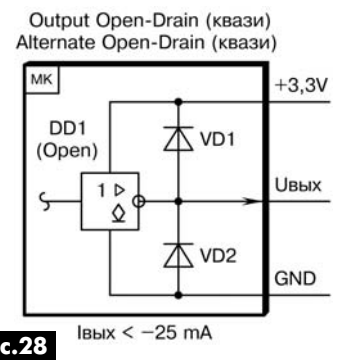
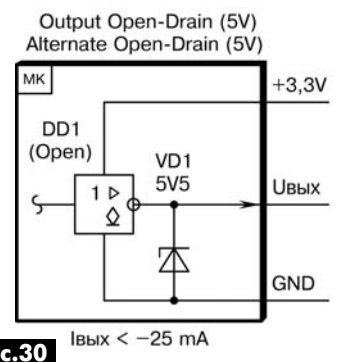

Рис.28
Рис.30
- **Output Open-Drain** – цифровой выход с квазиоткрытым стоком (**рис.28, 29**) или с «истинно» открытым стоком (**рис.30**). В последнем случае на линию порта может быть подано напряжение на 2...3 В больше, чем питание;
Пример: линия PD2, режим Alternate\_Open-Drain, схема рис.30